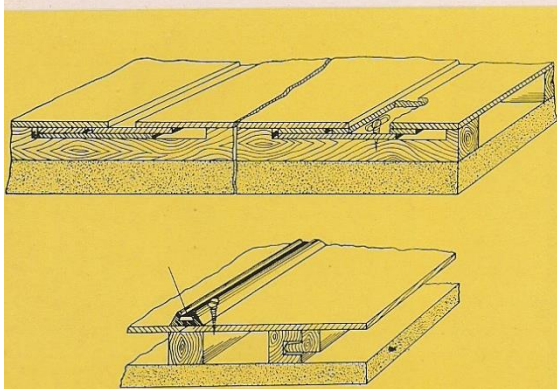

Abb. 26/27
1. In ähnlicher Weise, wie das der Handwerker von früher her bei Holzverkleidungen kennt, befestigt man einen Holzrahmen auf die Wand. Die Mauer braucht dazu nicht einmal roh verputzt zu sein. Der Holzrahmen muß das Einhämmern der Platten mittels Holzhaken, die auf die Rückseite der Kunststoffplatte geklebt sind, gewährleisten. Auf diese Weise kann Platte neben Platte gehängt werden. Die Plattenstöße sind, wie das Abb. 26 bis 30 zeigen, entweder mit Leisten abdeckbar, oder man kann die Platten mittels Nut und Feder zusammenfügen. Das Arbeitsverfahren ist also besonders einfach anzusehen. Der daran gewöhnte Schreiner wird schnell und billig arbeiten, ohne irgendwelche anderen Handwerker (Maurer) heranziehen zu müssen.